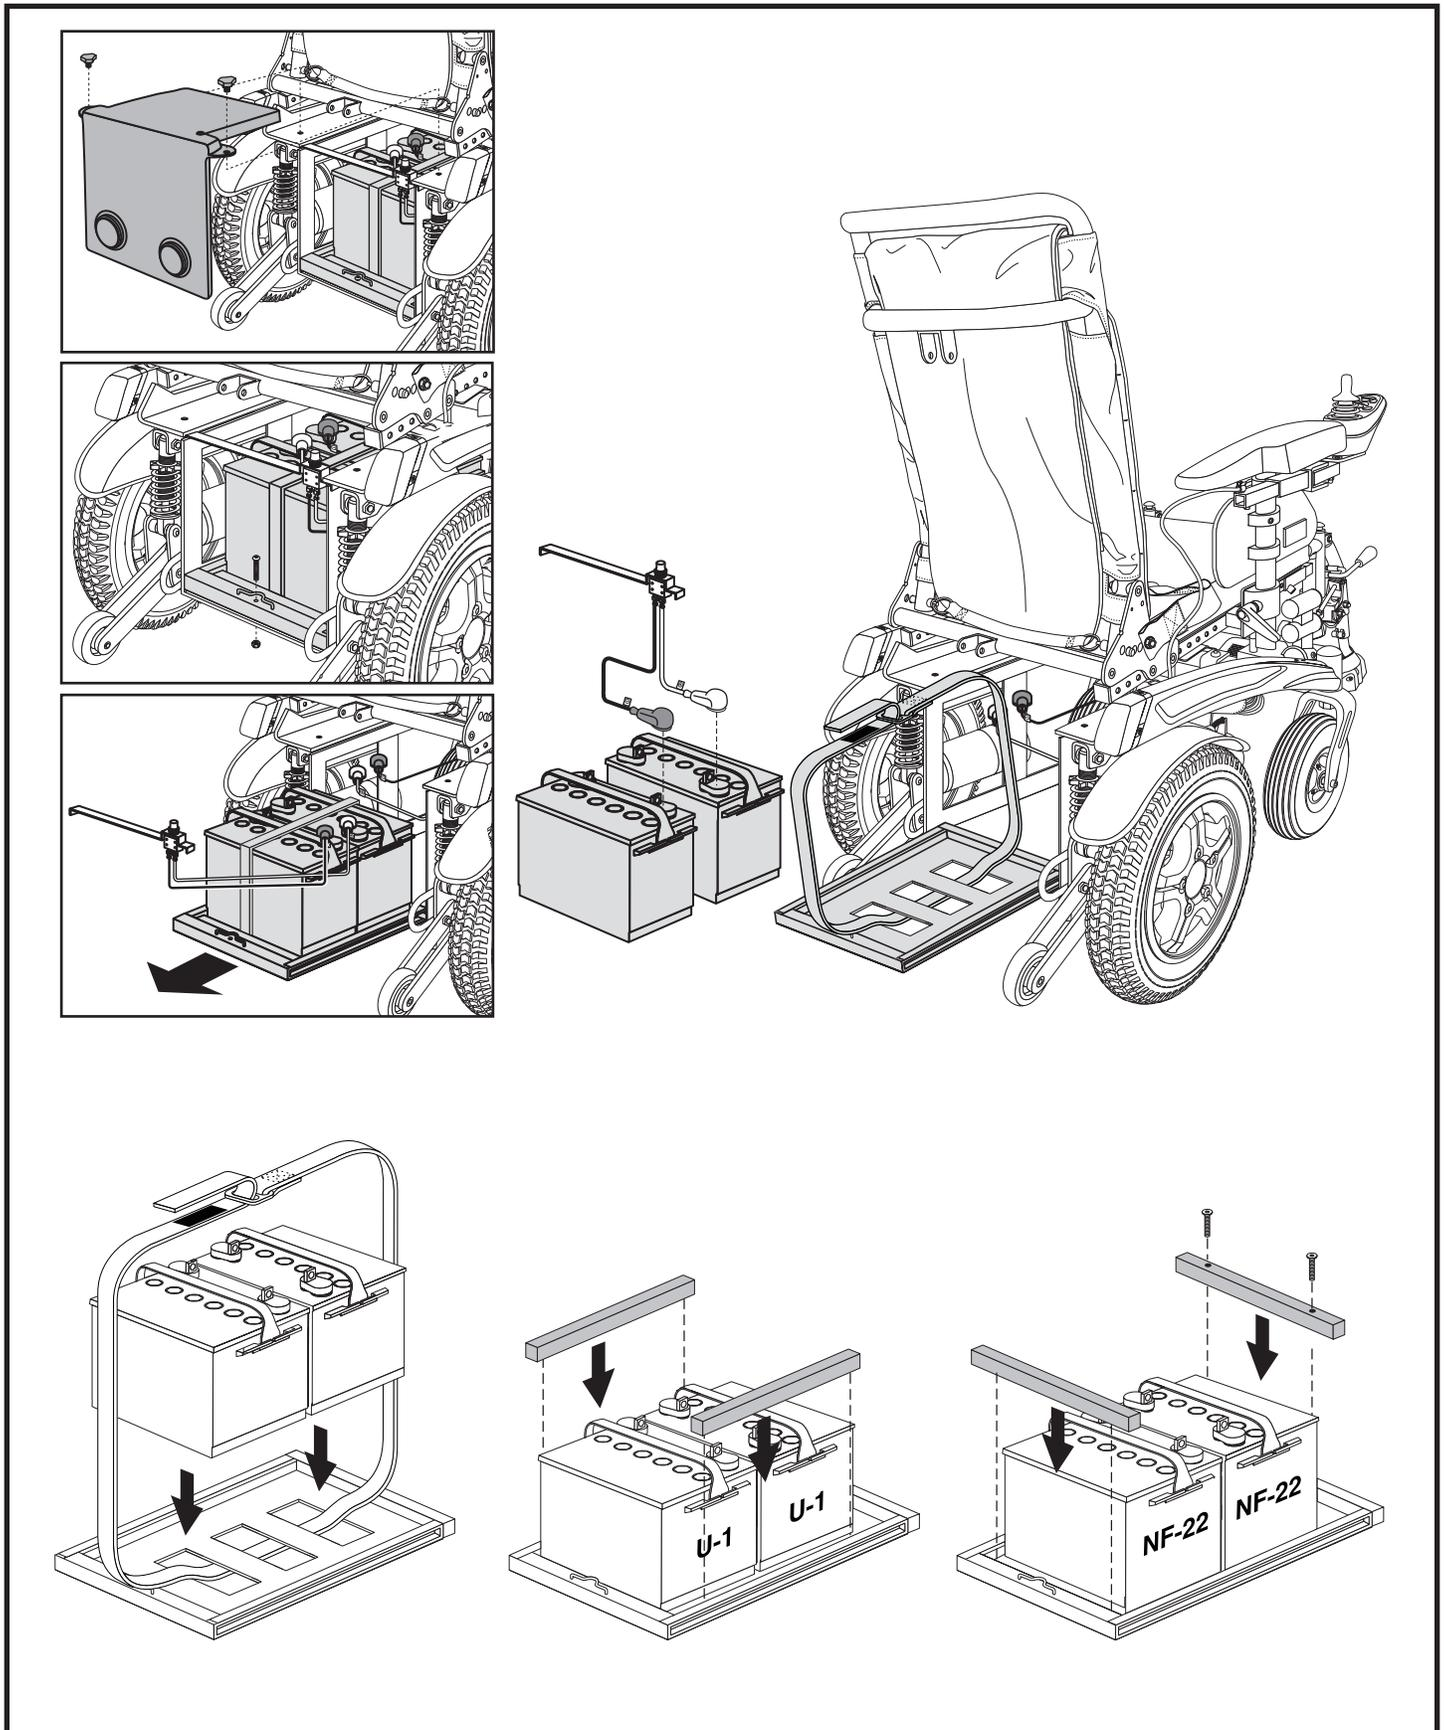

Figura 25. Sostituzione delle batterie
3. Rimuovere le due (2) viti dalla parte superiore dei due lati del coperchio posteriore.
6. Sollevare il vassoio della batteria con la maniglia e quindi spingerlo all'indietro. **Vedere figura 25.**
10. Sostituire con batterie nuovo. **Vedere figura 25.**
12. Collegare il cavo della batteria anteriore ai terminali corrispondenti seguendo il diagramma di cablaggio. **Vedere figura 25.**
13. Collegare il cavo della batteria posteriore ai terminali corrispondenti seguendo il diagramma di cablaggio. **Vedere figura 25.**
16. Reinstallare le due (2) viti su ogni lato del coperchio posteriore.